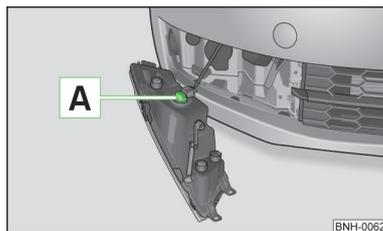

Fig. 131
- Faites tourner la douille de l'ampoule [A] » fig. 131 en sens antihoraire et la faire sortir.